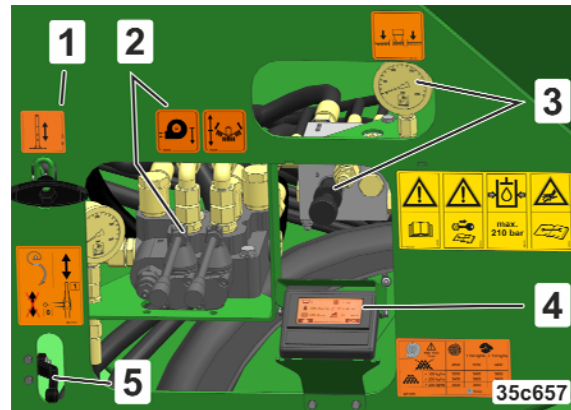

Fig. 39
- Seilzug der Abstellstütze (Fig. 39/1)
- Bedienelemente der Bordhydraulik (Fig. 39/2)
- Bedienelemente der Auslegerdruck-Einstellung (Fig. 39/3)
- In Verbindung mit ISOBUS das TwinTerminal (Fig. 39/4)
- Bedienelemente der Spurlockerer-Klappung (Fig. 39/5)